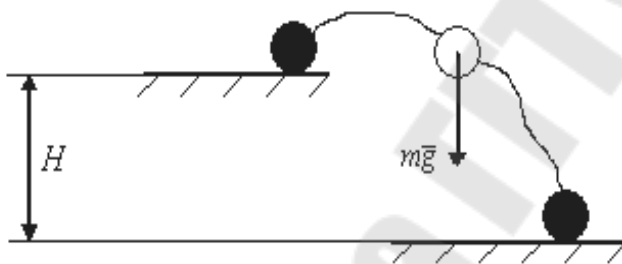

Рис. 34
14. Работа силы тяжести вычисляется по формуле $A = mg \cdot H$, где H – разность потенциальных уровней в начальном и конечном положениях тела (рис. 34).